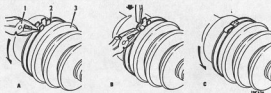

Abb. G.6
- (25) Welle in einen Schraubstock spannen und inneren Lagerring auf Welle aufschließen. Gelenkgruppe gegen den Federring drücken, wobei der Ring in seiner Lage zu halten ist, und jetzt Ring in die Fuge des inneren Lagers mit Schraubenziehern einpressen. Bei richtig zentralisiertem Federring schließt ein scharfer Schlag mit einem Rohbauhammer auf das Ende der Welle den Ring, worauf die Gruppe dann auf die Antriebswelle aufgedrückt werden kann. Dafür Sorge tragen, daß die Welle völlig in Eingriff liegt, d.h. innerer Lagerring gegen Sprengring; der innere Federring muß sich im Gelenk ausgeglichen haben.
- (26) Gummiteile über Kugelgelenk schieben bis die Radialrippe in der Fixiermutter eintritt, worauf die Manschette unter Zuhilfenahme von Service-Werkzeug 18G 1099 wie in Abb. G.6 dargestellt mit der großen Klemmchelle zu sichern ist. Diese Schelle wird montiert, indem das Lappenende einengesezt zur Verwärtelrichtung durchgezogen wird. Am zweiten Ende der Manschette diese in die Nute in der Antriebswelle einlegen und mit der kleineren Klemmchelle unter Zuhilfenahme der Zange 18G 1099 sichern.
HINWEIS: - Bei Erneuerungen ist eine abgeänderte Gummimanschette mit Axialverwindungen einzubauen (siehe Abb. G.6).